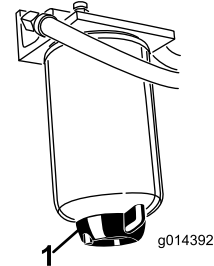

Bild 36
Entfernen Sie täglich Wasser und andere Fremdstoffe aus dem Wasserabscheider (Bild 36). Wechseln Sie die Filterglocke alle 400 Betriebsstunden aus.
- Lösen Sie die Ablassschraube an der Unterseite der Filterglocke (Bild 36).